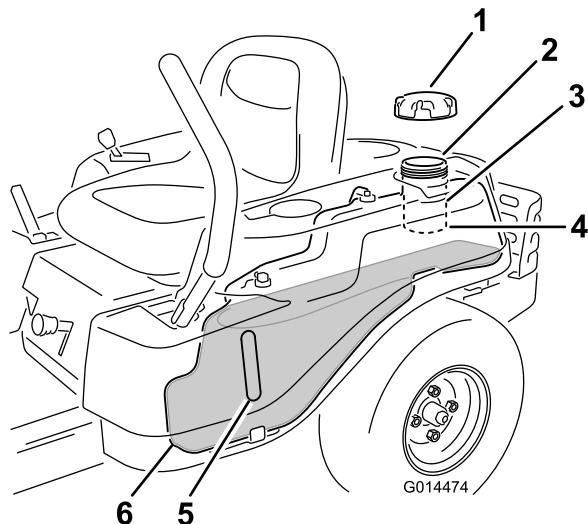

Figura 9
Nota: Pode utilizar a janela do combustível para verificar a presença de gasolina antes de encher o depósito (Figura 9).
2. Lentamente adicione gasolina normal, sem chumbo até o combustível chegar à base do tubo de enchimento (Figura 9).